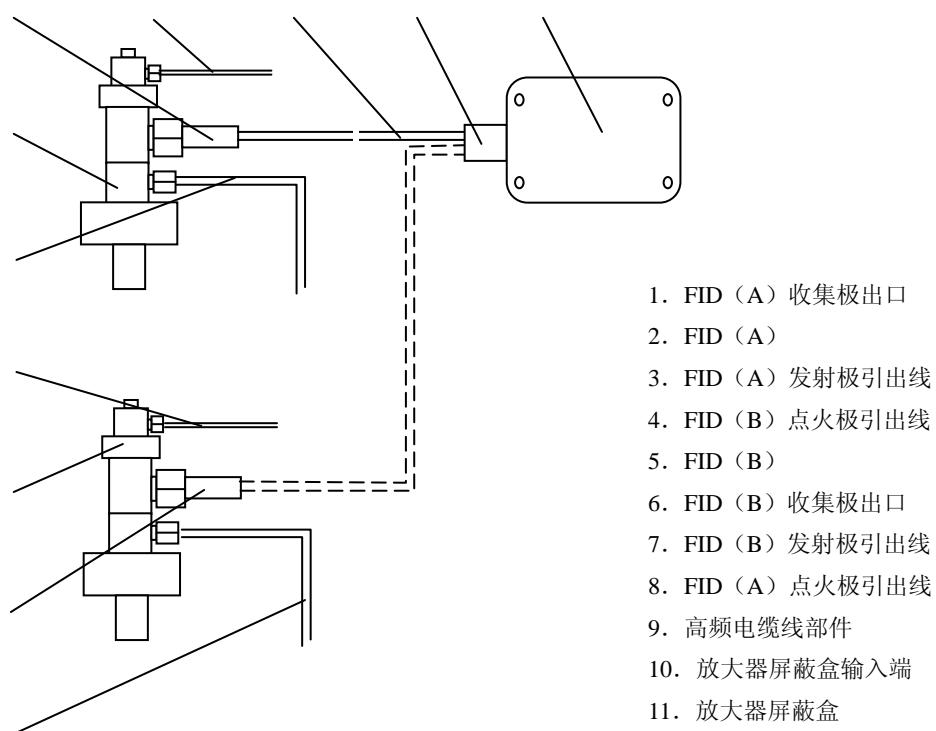

图 3-4 单检测器 FID 信号连接示意图
当仪器配备单氢火焰离子化检测器时,选择 FID (A) 或 FID (B) 均可,仅需把相对应的高频电缆线的端口插入 FID 微电流放大器屏蔽盒上的信号输入端,无须连接 Q9-50KJK 三通转接器。单检测器工作方式适用于恒温条件下的填充柱分析,以及毛细管柱分析。图 3-4 为单检测器信号连接示意图。